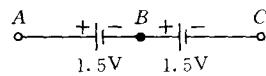

图 1-4 例 1-1 的电路
**例 1-1** 在图 1-4 所示电路中,若分别以 B 点和 C 点为参考点,试求各点的电位。